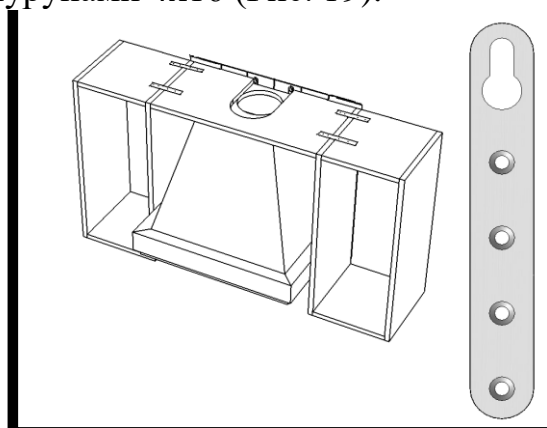

Рис. 19
6. Установить над коробом горизонтальный щит из ДСП (если он предусмотрен проектом). Лицевую часть его может закрывать декоративная накладка из массива. Перед монтажом в щите необходимо сделать вырез для пропуска гофротрубы. Щит крепить между навесными шкафами с помощью нерегулируемых подвесов шурупами 4х16 (Рис. 19).